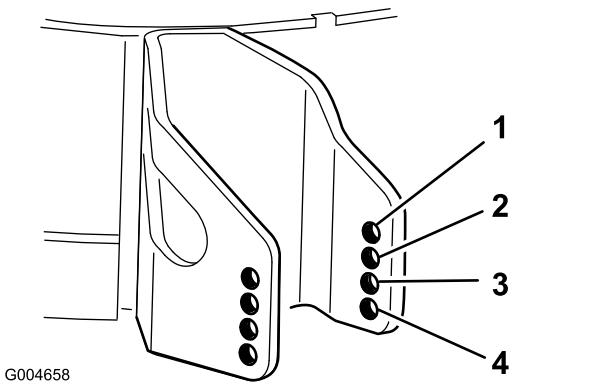

Figure 46
- Choisissez le trou qui convient pour que le galet anti-scalp se trouve le plus près possible de la hauteur de coupe correspondante voulue (Figure 46).